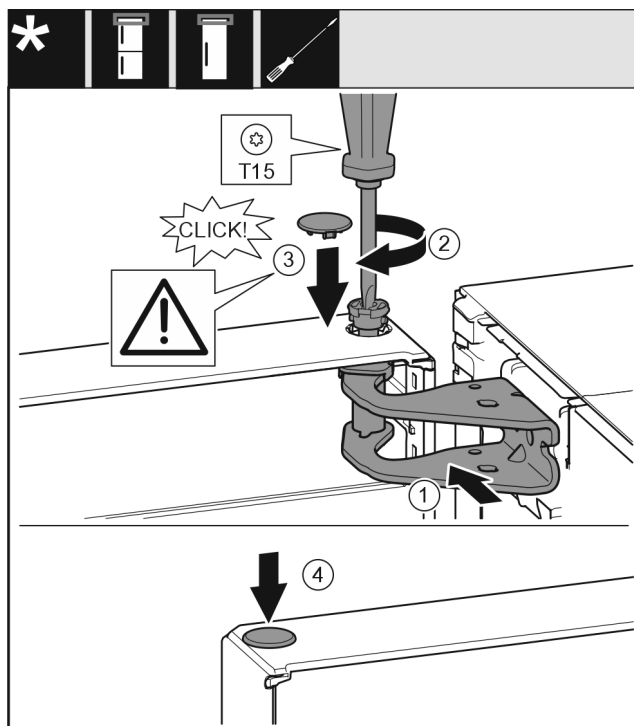

Fig. 21
- ▶ Выровняйте дверь вверх по отверстию в опорном кронштейне Fig. 21 (1).
- ▶ Вставьте палец Fig. 21 (2) и затяните отверткой.
- ▶ Установите крышку Fig. 21 (3).
- ▶ Проследите за тем, чтобы крышка Fig. 21 (3) прилегла к дверям.
- ▶ Установите крышку Fig. 21 (4).